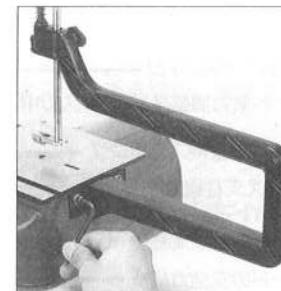

図1
- フレームの裏面にアーム取付穴がありますので、奥まで正確に差し込んでください。(図1参照)